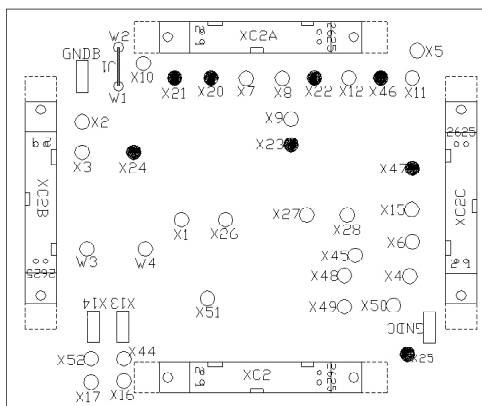
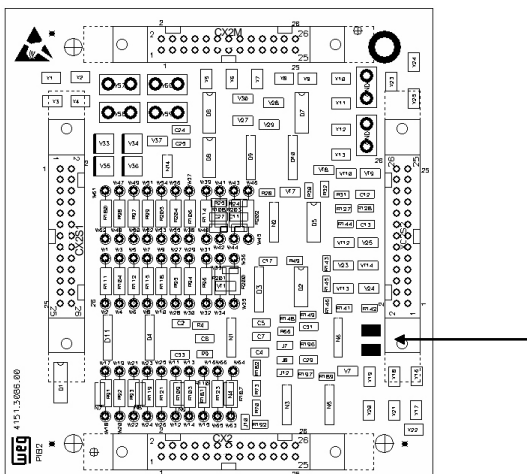
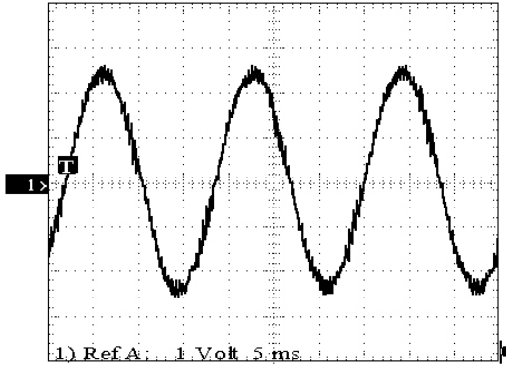

Figura 20: Puntos de Teste en la Tarjeta PIB1
Figura 21: Puntos de Teste en la tarjeta PIB2
Figura 22: Señal de realimentación de corriente
- En la línea 380-480V observar las señales de realimentación de corriente en la tarjeta PIB1 (IVA, IVB, IVC, IVT, IWA, IWB, IWC, IWT), las señales deben ser semejantes a las de la figura 22 en la corriente nominal del convertidor (puntos de test X23, X24, X47, X25, X20, X21, X46, X22 en relación a X44-DGND o X51-DGND; figura 20).
- ☑ En las líneas 500-600V y 660-690V, observar las señales de realimentación de corriente en la tarjeta PIB2 (IVT, IWT), las señales deben ser semejantes al da figura 22 en la corriente nominal del convertidor (pontos de teste X14 y X15 en relación al GND da CC9, figura 21).